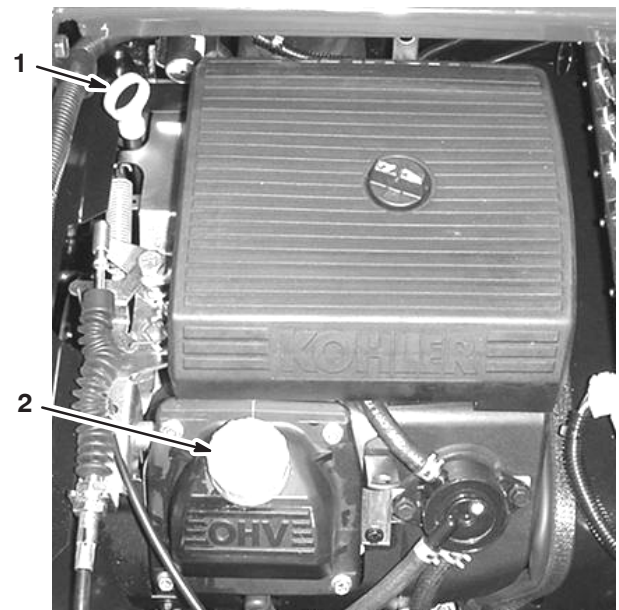

Bild 6
2. Nehmen Sie den Peilstab heraus und wischen Sie ihn mit einem sauberen Lappen ab (Bild 6). Stecken Sie den Peilstab in das Rohr und stellen Sie sicher, dass er vollständig eingeführt ist. Nehmen Sie den Peilstab heraus und prüfen Sie den Ölstand.
3. Nehmen Sie bei niedrigem Ölstand den Fülldeckel von der Ventilabdeckung (Bild 6) ab und gießen Sie so viel Öl ein, dass der Ölstand die „Voll“-Marke am Peilstab erreicht; siehe „Wechseln des Motoröls“ auf Seite 37 für die korrekte Ölsorte und -viskosität. Gießen Sie Öl langsam ein und prüfen Sie den Ölstand häufig während des Füllens. **Füllen Sie nicht zu viel ein.**